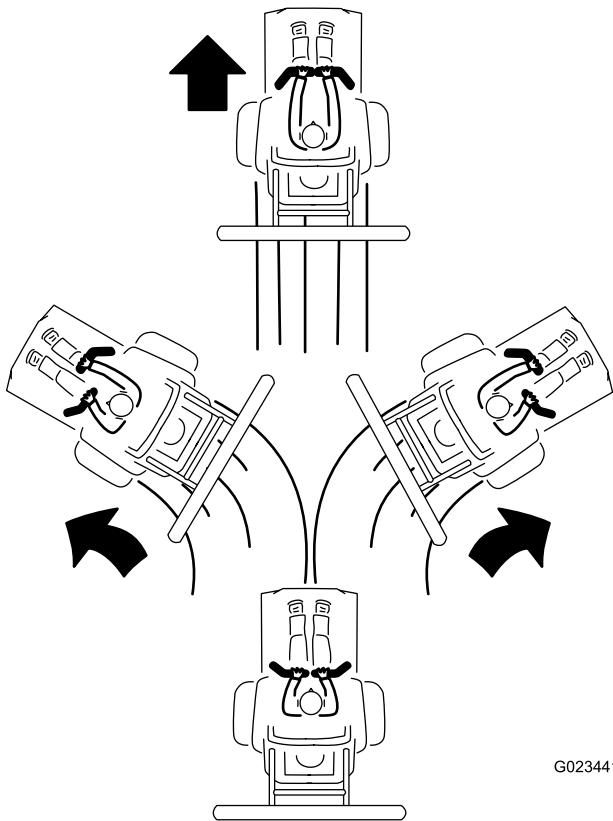

Figura 24
3. Para ir hacia adelante, empuje lentamente las palancas de control hacia adelante (Figura 24).